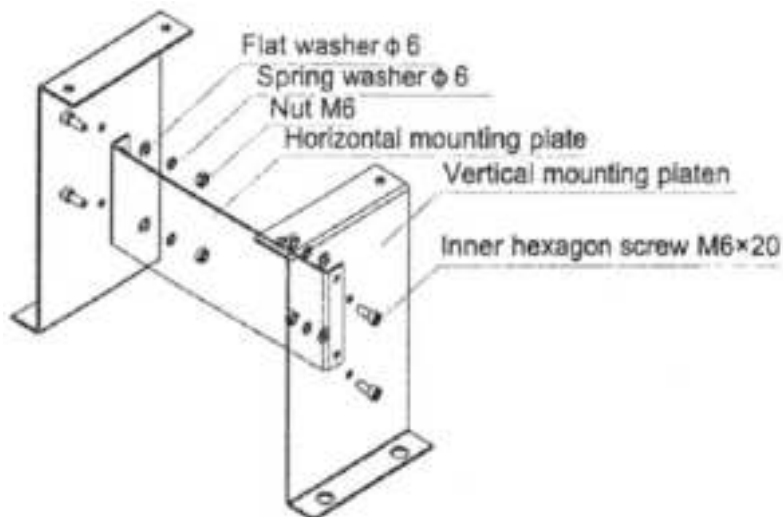

Abbildung 5
- b) Wenn Sie die abnehmbare Montagebasis wählen, sollte die Basis zuerst wie in Abbildung 5 gezeigt zusammengebaut werden: